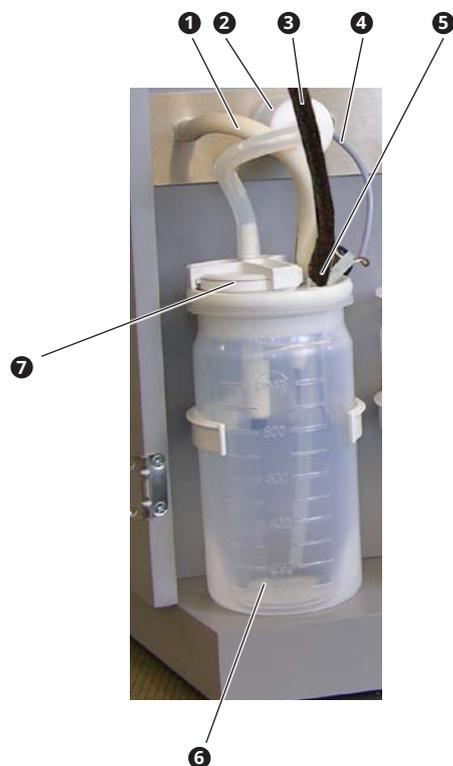

Fig. 2. ATMOS C 21 / C 31 *Compartiment service*
- Introduisez le tuyau d'aspiration dans le compartiment de service à travers la forure latérale et branchez-le directement à la prise du tuyau à sécrétions (❸, fig. 2).